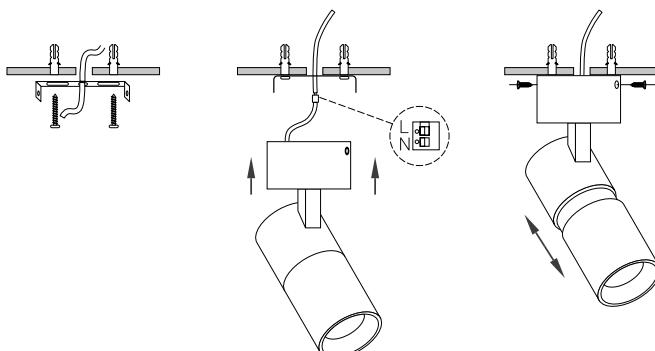

Рис. 2. Установка и подключение светильника
- Отрегулируйте необходимый угол излучения, переместив нижнюю часть светового модуля вниз/вверх, как показано на рис. 2.